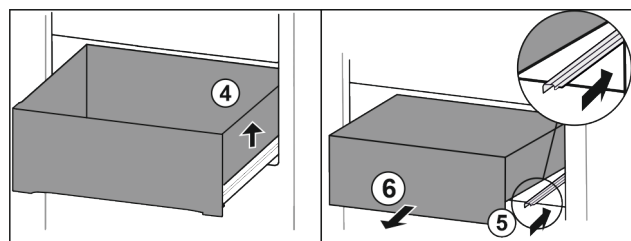

Fig. 107
- ▶ Приподнимите выдвижной ящик справа. Fig. 107 (4)
- ▶ Вставьте правую направляющую. Fig. 107 (5)
- ▶ Извлеките выдвижной ящик движением вперед. Fig. 107 (6)